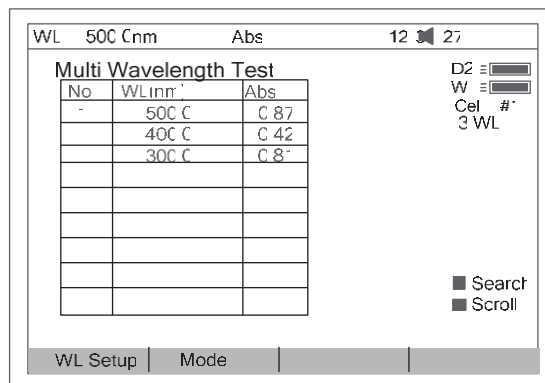

Fig 70
- Arrastre la cubeta de la muestra hasta la trayectoria del haz de luz, pulse **START/STOP** para medir la muestra. Los resultados se mostrarán en pantalla (Fig 70).